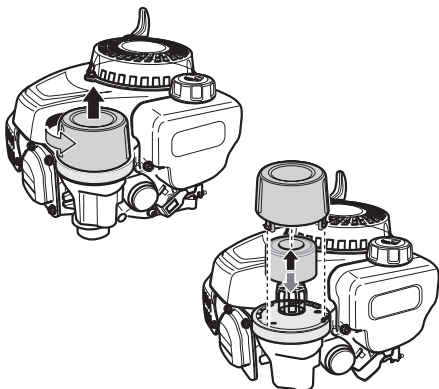

Figure 6-2
4. Faites le plein avec l'huile recommandée (voir le chapitre Utilisation) et vérifiez le niveau d'huile. Voir la Fig. 6-2.
1. Retirez le couvercle du filtre à air dans le sens inverse des aiguilles d'une montre puis en le relevant. Voir la Figure 6-2. Nettoyez le pré-filtre en mousse ou remplacez-le s'il est endommagé.